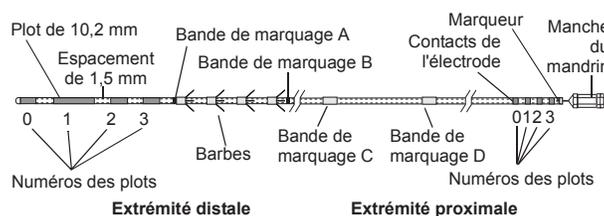
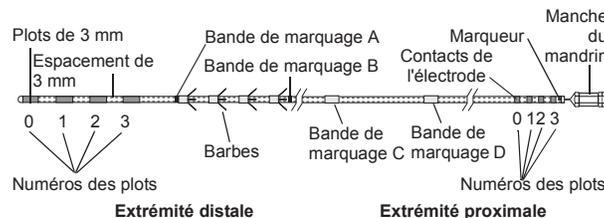

Figure 1. Électrode Modèle 3093.
Figure 2. Électrode Modèle 3889.
La Figure 1 montre l'électrode Modèle 3093 et la Figure 2 montre l'électrode Modèle 3889.
- Les bandes de marquage de l'électrode doivent faciliter le placement de l'électrode et signaler au médecin le moment où les barbes sont prêtes à être déployées (voir Figure 1 et Figure 2 à la page 38).